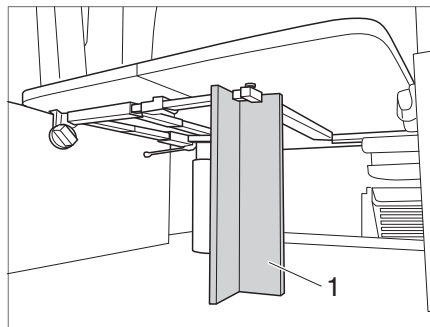

Bild 118 Teleskopstützen
- Tischplatte auf die Abstützkante schieben und Holzstütze (Bild 118,1) unter den Tisch stellen.